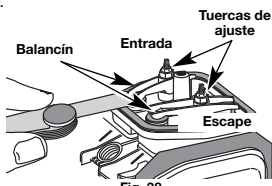

Fig. 38
- Deslice la galga entre el brazo oscilante y el resorte de retorno de la válvula. Mida el huelgo entre el vástago de la válvula y el brazo oscilante (Fig. 38). Realice esto en las válvulas de entrada y de escape.
El huelgo recomendado para las válvulas de entrada y de escape es 0,076 – 0,152 mm (0,003 – 0,006 pulgadas). Use un calibrador regular de automóvil de 0,127 mm (0,005 pulgadas). El calibrador debe deslizarse entre el balancín y el vástago de la válvula con una ligera cantidad de resistencia, sin doblarse (Fig. 38 y 39).